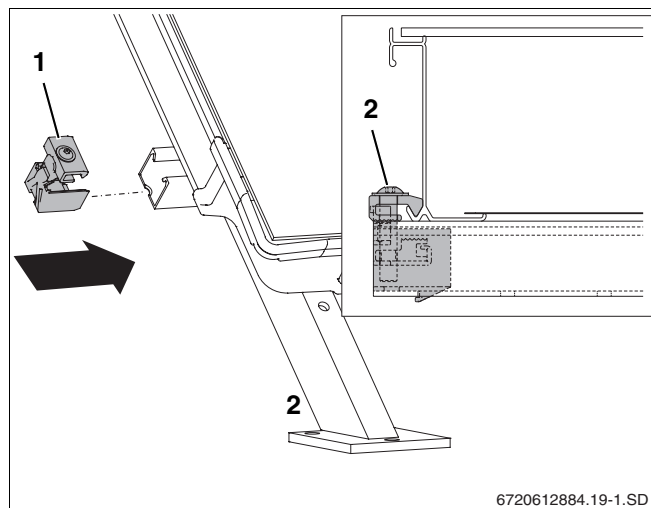

Fig. 18 Dispositivo de sujeción del colector del lado izquierdo
- ▶ Empuje los dispositivos de sujeción del colector hasta introducirlos en los perfiles superior e inferior (fig. 18, **pos. 1**).
- ▶ Empuje los dispositivos de sujeción del colector hasta el bastidor del colector y atorníllelos con una llave del 5 (fig. 18, **pos. 2**).